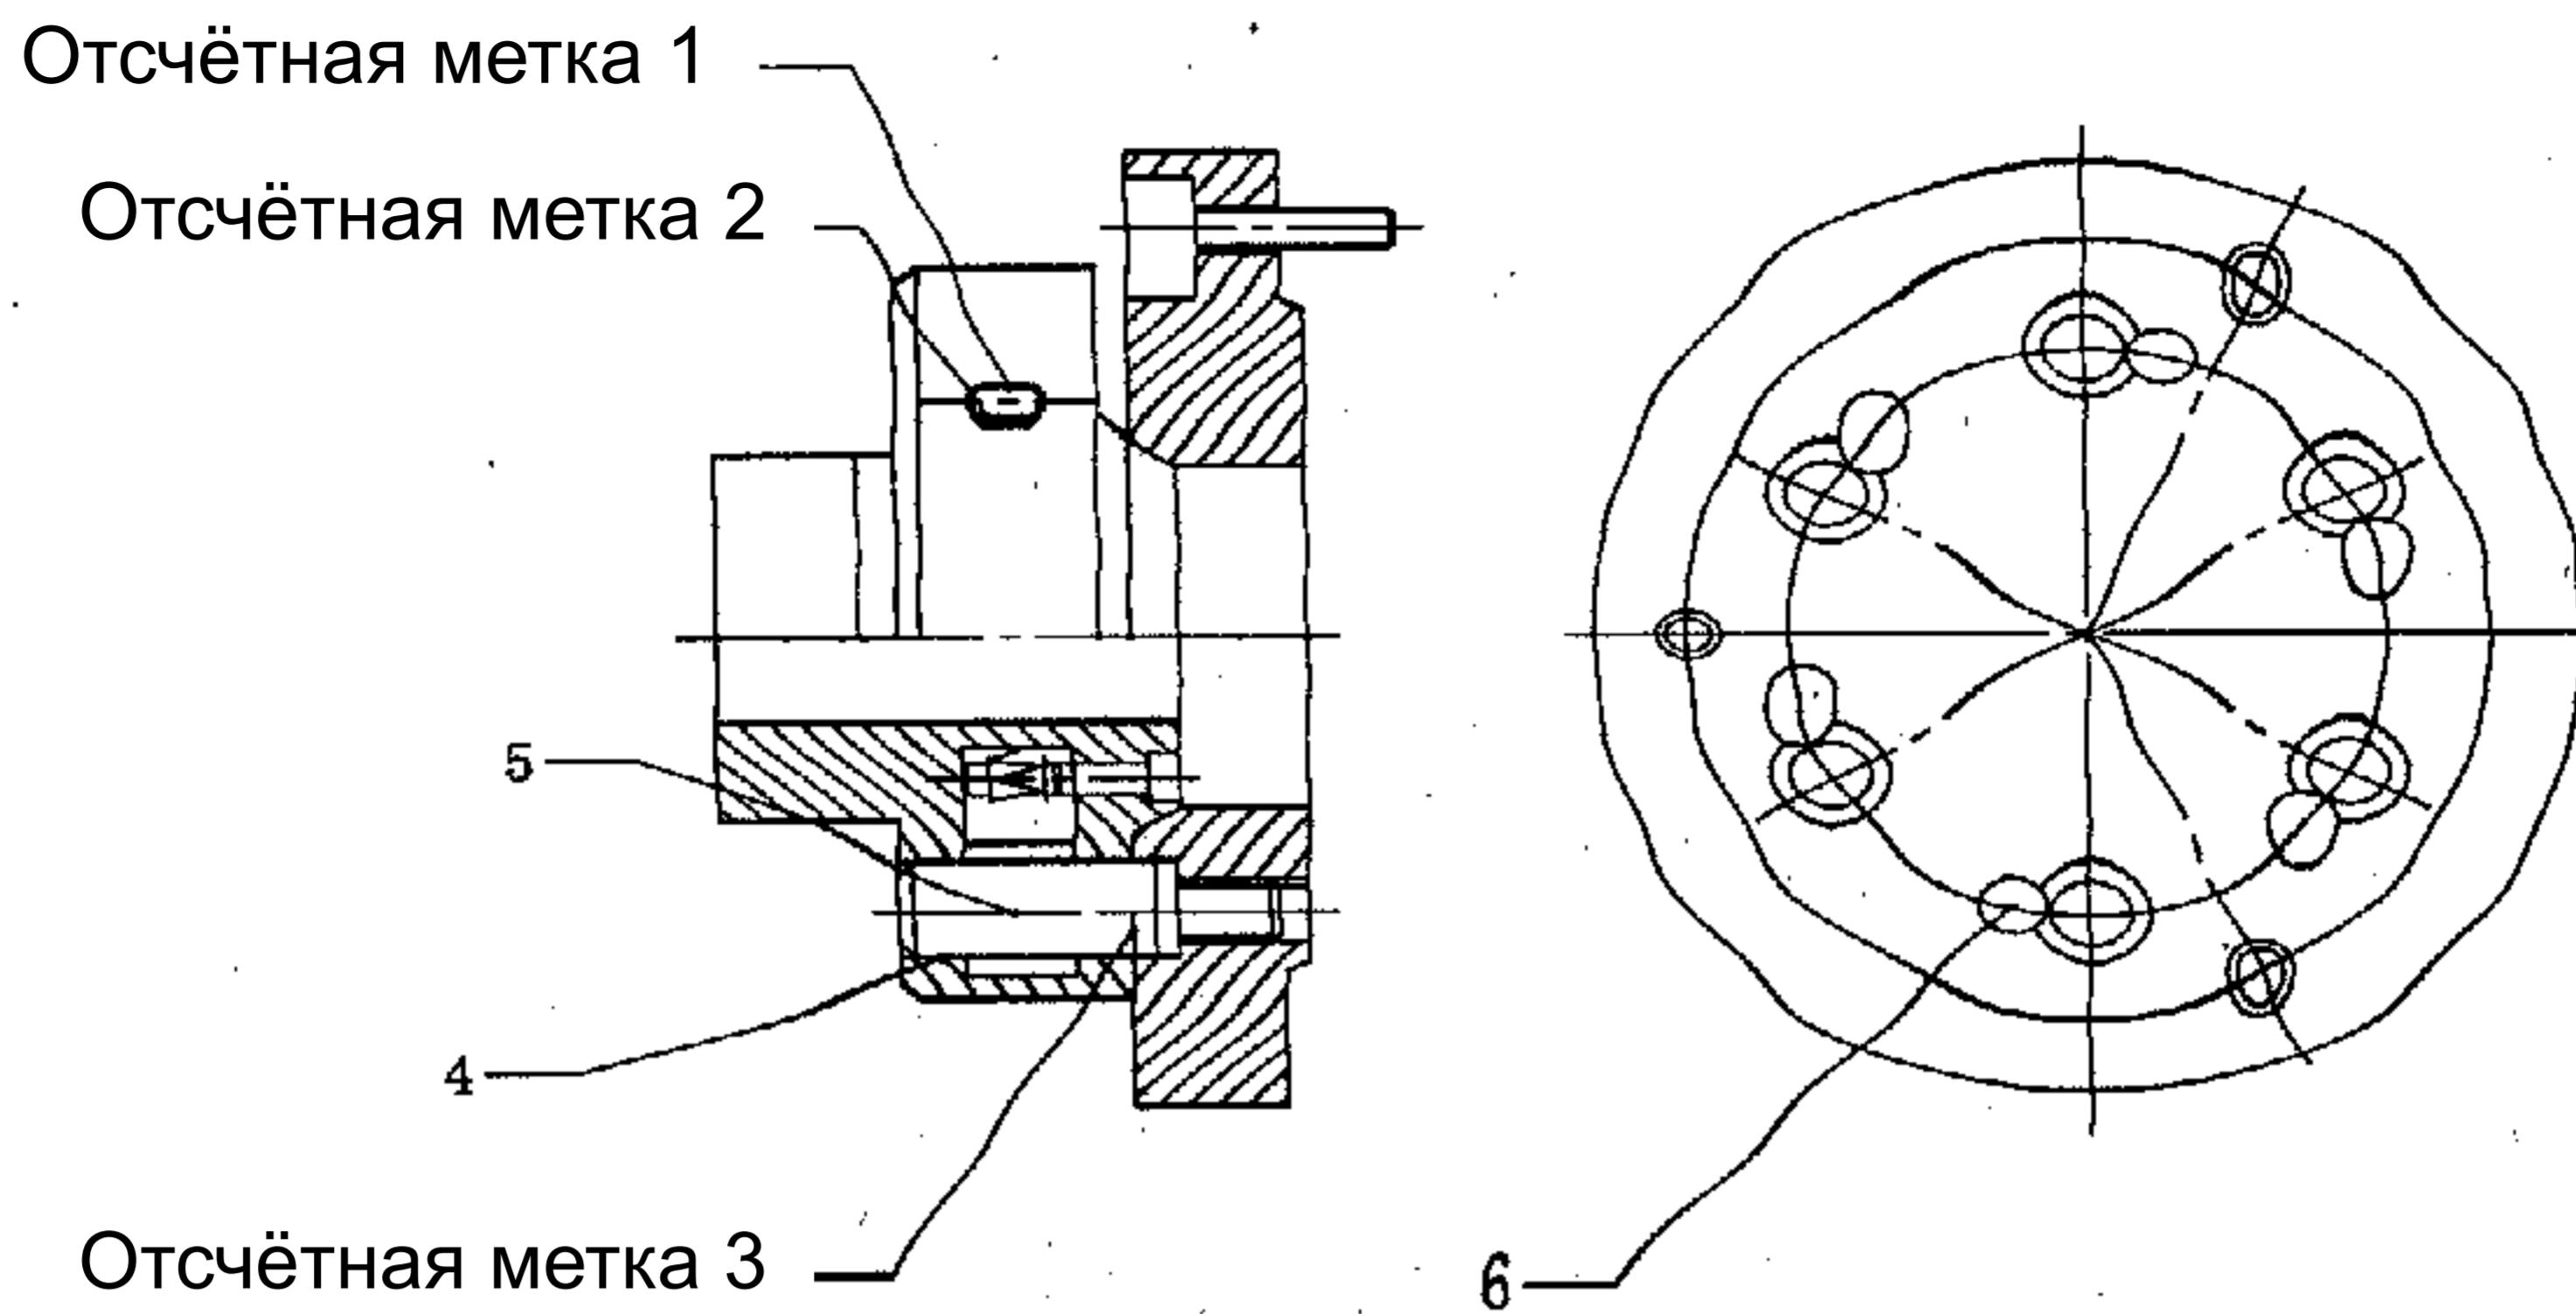

Рис. 11-11 Установка зажимного патрона или ведущего диска на шпинделе
При монтаже совместите линию привязки 2 на кулачковом зажиме (4) с линией привязки 1 на переднем конце шпинделя; совместите линию привязки 3 на шпильках зажимного патрона или ведущего диска с левой гранью зажимного патрона или ведущего диска; стяните их винтом (6). Вставьте шесть шпилек зажимного патрона или ведущего диска в шесть отверстий в переднем конце шпинделя и проверните шесть кулачковых зажимов имеющейся в комплекте поставки квадратной шпонкой, до полного запирания зажимов. Смотрите Рис. 11-11.